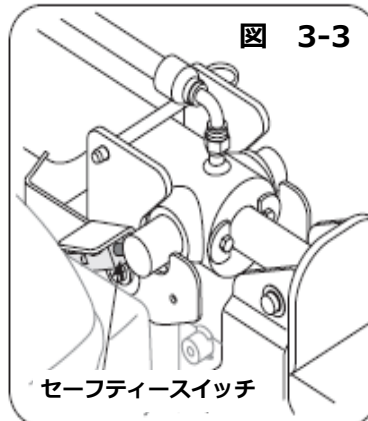

図 3-3
シリンダーがロックポジション (操作ポジション) にない場合 (収納状態) では、セーフティスイッチが入らずエンジンがかかりません。ロックポジションにシリンダーを移動し、このセーフティスイッチが入ることでエンジンがかかります。(図3-3参照)。
2. セーフティスイッチを押すようにセットし、ロッキングピンを再びさして固定させてください。(図3-3参照)